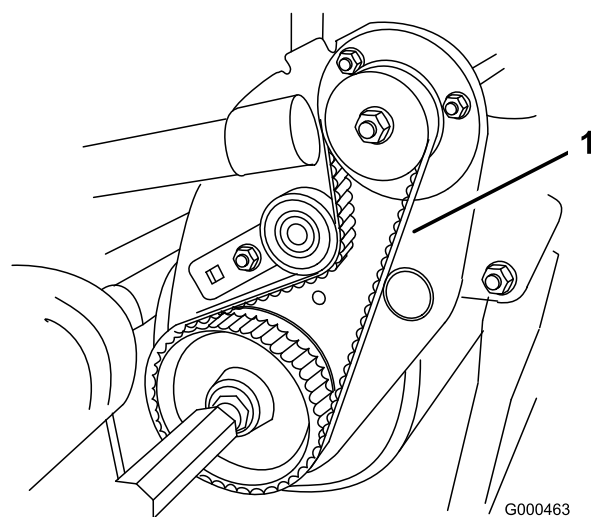

Figura 39
2. Verifique a pressão calcando a correia (Figura 39) até ficar entre o alternador e as polias, aplicando uma força de $1,8 \pm 0,5$ kg. A correia deve atingir um desvio de 4,8 a 7,9 mm. Se a deflexão for incorrecta prossiga para o passo seguinte.